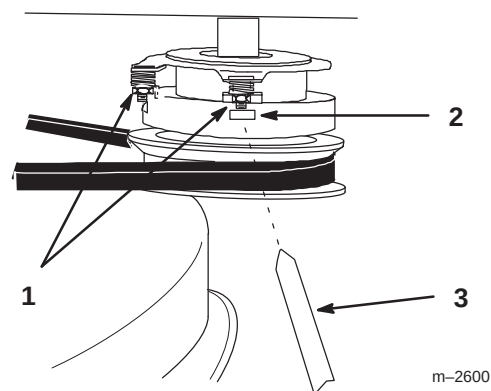

Bild 36
1. Ziehen Sie die Sicherungsmuttern an den Flanschbolzen zum Einstellen der Kupplung fest oder lockern sie (Bild 36).
2. Kontrollieren Sie die Einstellung, indem Sie eine Fühlerlehre durch die Schlitze neben den Bolzen einführen (Bild 36).